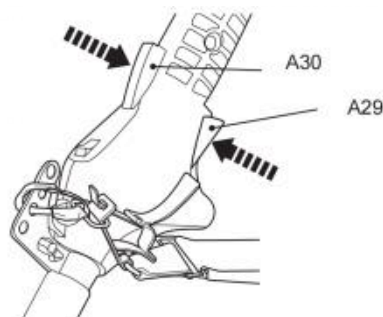

Fig. 39
10. Zum Betrieb des Produkts den Gashebelverriegelungshebel (A30) und den Gashebel (A29) betätigen (Abb. 39).